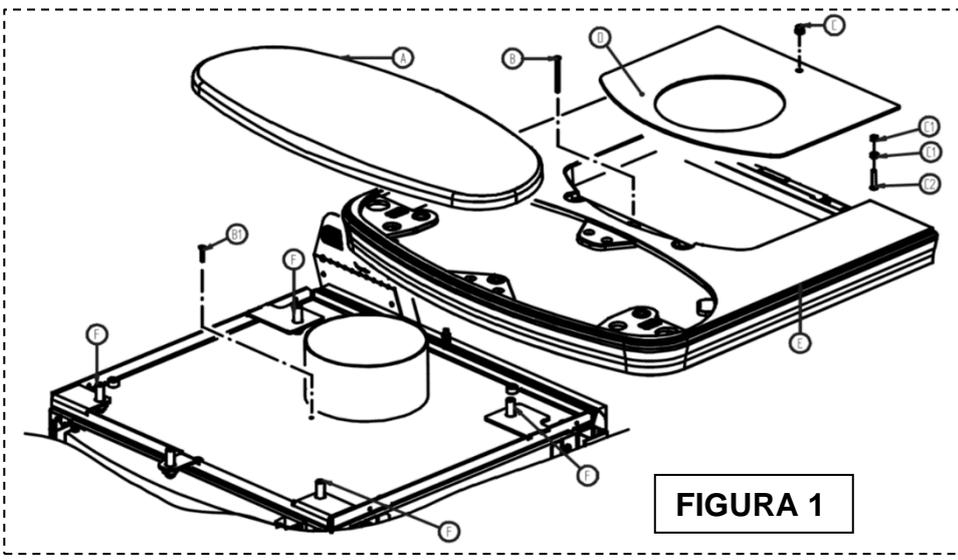

FIGURA 1
- 2) Quite la tapa **D**, desenroscando los tornillos **C - C1 - C2** (figura 1).
- 3) Desenrosque el tornillo **B** y quite la tapa de hierro fundido **E** (figura 1); fije el tornillo **B1** suministrado en el orificio en el que se encontraba el tornillo **B**.
- 9) Apoye luego la tapa de hierro fundido **E**, levantándola o bajándola con los tornillos **F** (figura 1).